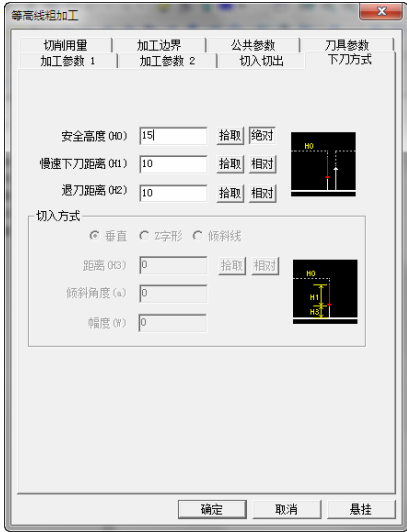

图 8-96 “下刀方式”选项卡
4) 单击“下刀方式”选项卡，“安全高度”“慢速下刀距离”“退刀距离”参数数值如图 8-96 所示。